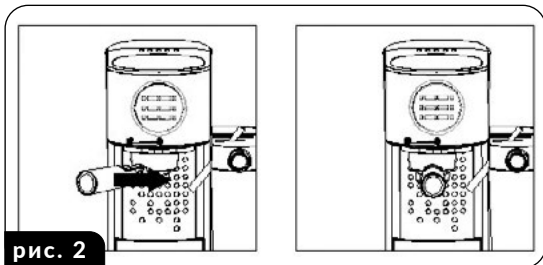

рис. 2
- Помістіть колбу (10) зі встановленим фільтром (13) в гніздо для кріплення колби (5) таким чином, щоб тримач колби (12) збігався з символом відкритого замка на передній панелі кавомашини (рис.2).
- Поверніть ручку колби (12) трохи вправо, щоб вона збіглася з символом закритого замка на передній панелі кавомашини.
- Зняття колби з кавомашини і фільтра з колби здійснюється в зворотному порядку, тобто поверніть ручку колби (12) трохи вліво, зніміть колбу (10) з гнізда для кріплення колби (5) і вийміть фільтр з колби.